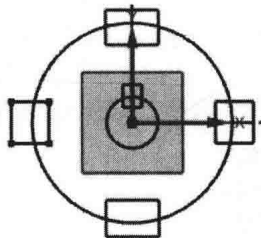

图 1.2.8 镜像 2
Step6. 以 Y 轴为镜像中心,镜像绘制第四个矩形,如图 1.2.8 所示。